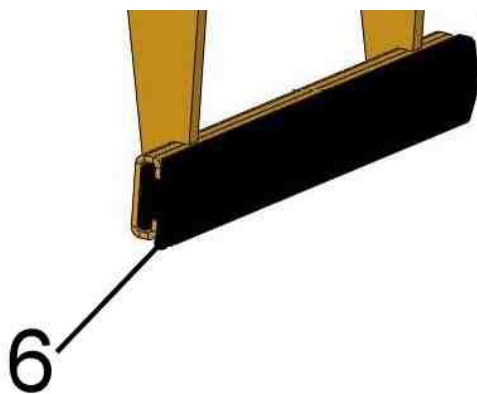
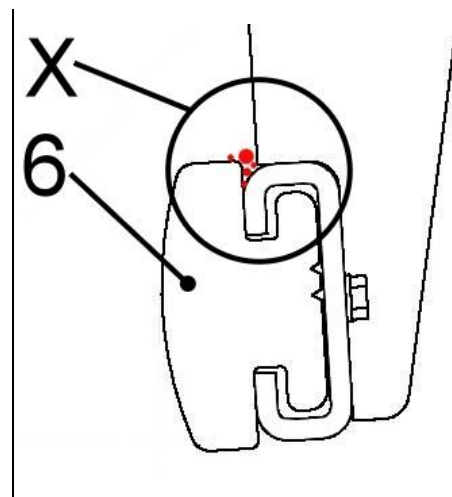

Fig.. 1
Fig. 2
- Para esta zona de agarre, las marcas triangulares▲ en los brazos de agarre (en el centro del dispositivo) deben ser **congruentes** (Fig. 2) y en el gancho de bloqueo (2) la marca triangular debe ▲situarse por encima del pasador de bloqueo con pasador de bloqueo (8) (Fig. 3).
- Para ajustar el rango de agarre, retire el pasador con pasador de bloqueo (6) o el pasador con pasador de bloqueo (8).
- Una vez ajustado el rango de agarre, el dispositivo debe ser asegurado de nuevo con el pasador de encaje con pasador de bloqueo (8) o con el pasador de encaje (6).
- Para esta zona de agarre, las ■marcas cuadradas en los brazos de agarre (en el centro del dispositivo) deben ser **congruentes** (Fig. 2) y en el gancho de bloqueo (2) la marca cuadrada debe estar situada ■por encima del pasador de bloqueo con pasador de bloqueo (8) (Fig. 3).
- Para ajustar el rango de agarre, retire el pasador de encaje (6) y el pasador de encaje con pasador de bloqueo (8).
Inspección periódica de la suciedad (por ejemplo, pequeñas partículas de piedra) en el área superior (ver "X" en la figura 2) de los remaches de goma (6) → ver fig.1 / fig.2.
**Problema:** La suciedad puede dañar las mordazas de goma (6) durante el agarre en esta zona (presionando partículas de piedra en el caucho).
**Remedio:** Retire la suciedad en esta zona de los ojales de goma (6), o quite y limpie las mandíbulas de caucho de goma si la suciedad es pesada.